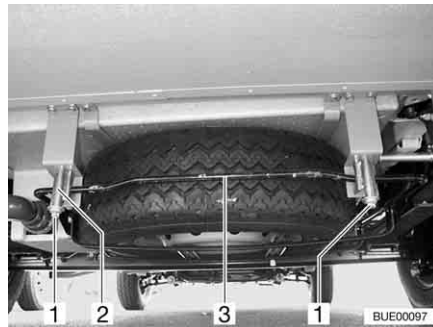

Fig. 275 Supporto per la ruota di scorta (cestino di alloggiamento)
- Allentare i dadi (Fig. 275,1) sul gancio destro e sinistro (Fig. 275,2) del supporto per la ruota di scorta.
- Premere leggermente la staffa (Fig. 275,3) verso l'alto. Contemporaneamente spingere il gancio verso il basso e sganciare la staffa.